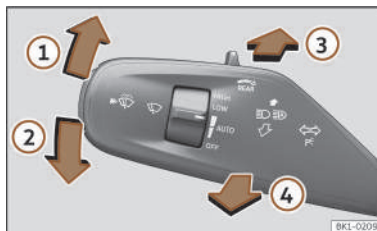

Fig. 94 Leva degli indicatori di direzione e degli abbaglianti.
- Dalla posizione di base, spingere in avanti la leva degli indicatori di direzione e degli abbaglianti >>> **fig. 94** .
● **OPPURE:** se il comando automatico degli abbaglianti è attivato, tirare all'indietro la leva degli indicatori di direzione e degli abbaglianti >>> **fig. 94** .